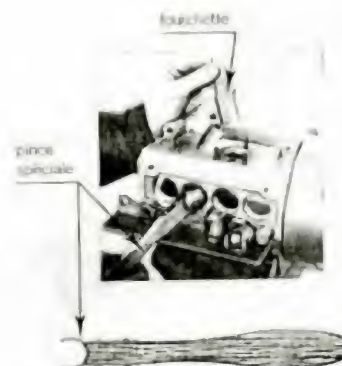

Fig. 11. — Dépose ou pose des poussoirs.
- Extraire le poussoir par l'orifice inférieur ou par le logement du roulement d'arbre à cames (fig. 11 et 12).